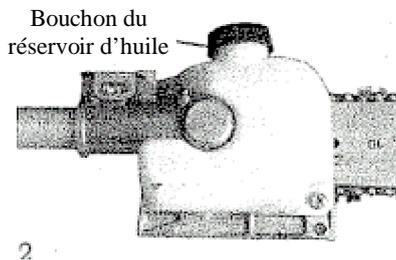

Figure 22
1. Placer l'élagueuse sur une surface propre et plane, bouchon du réservoir d'huile vers le haut. Voir Figure 22. Nettoyer les restes sur le bouchon et autour de l'embouchure du réservoir